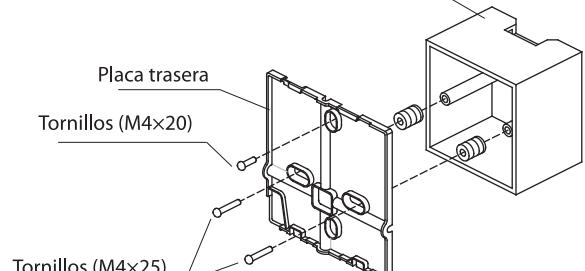

Fig. 4.6
- Para hacer el montaje al ras, fije la placa posterior en la caja del interruptor con 2 tornillos (M4 × 25) y fíjelo en la pared con un tornillo (M4 × 20). (Fig. 4.6).